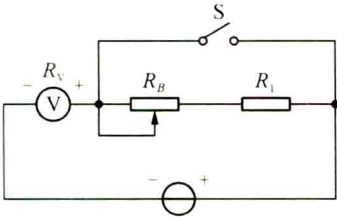

图 2-2 分压法测量电压表的内阻
(2) 根据“分压法”原理按图 2-2 接线,测定指针式万用表直流电压 2.5 V 和 10 V 挡量限的内阻。测量数据填入表 2-2 中。